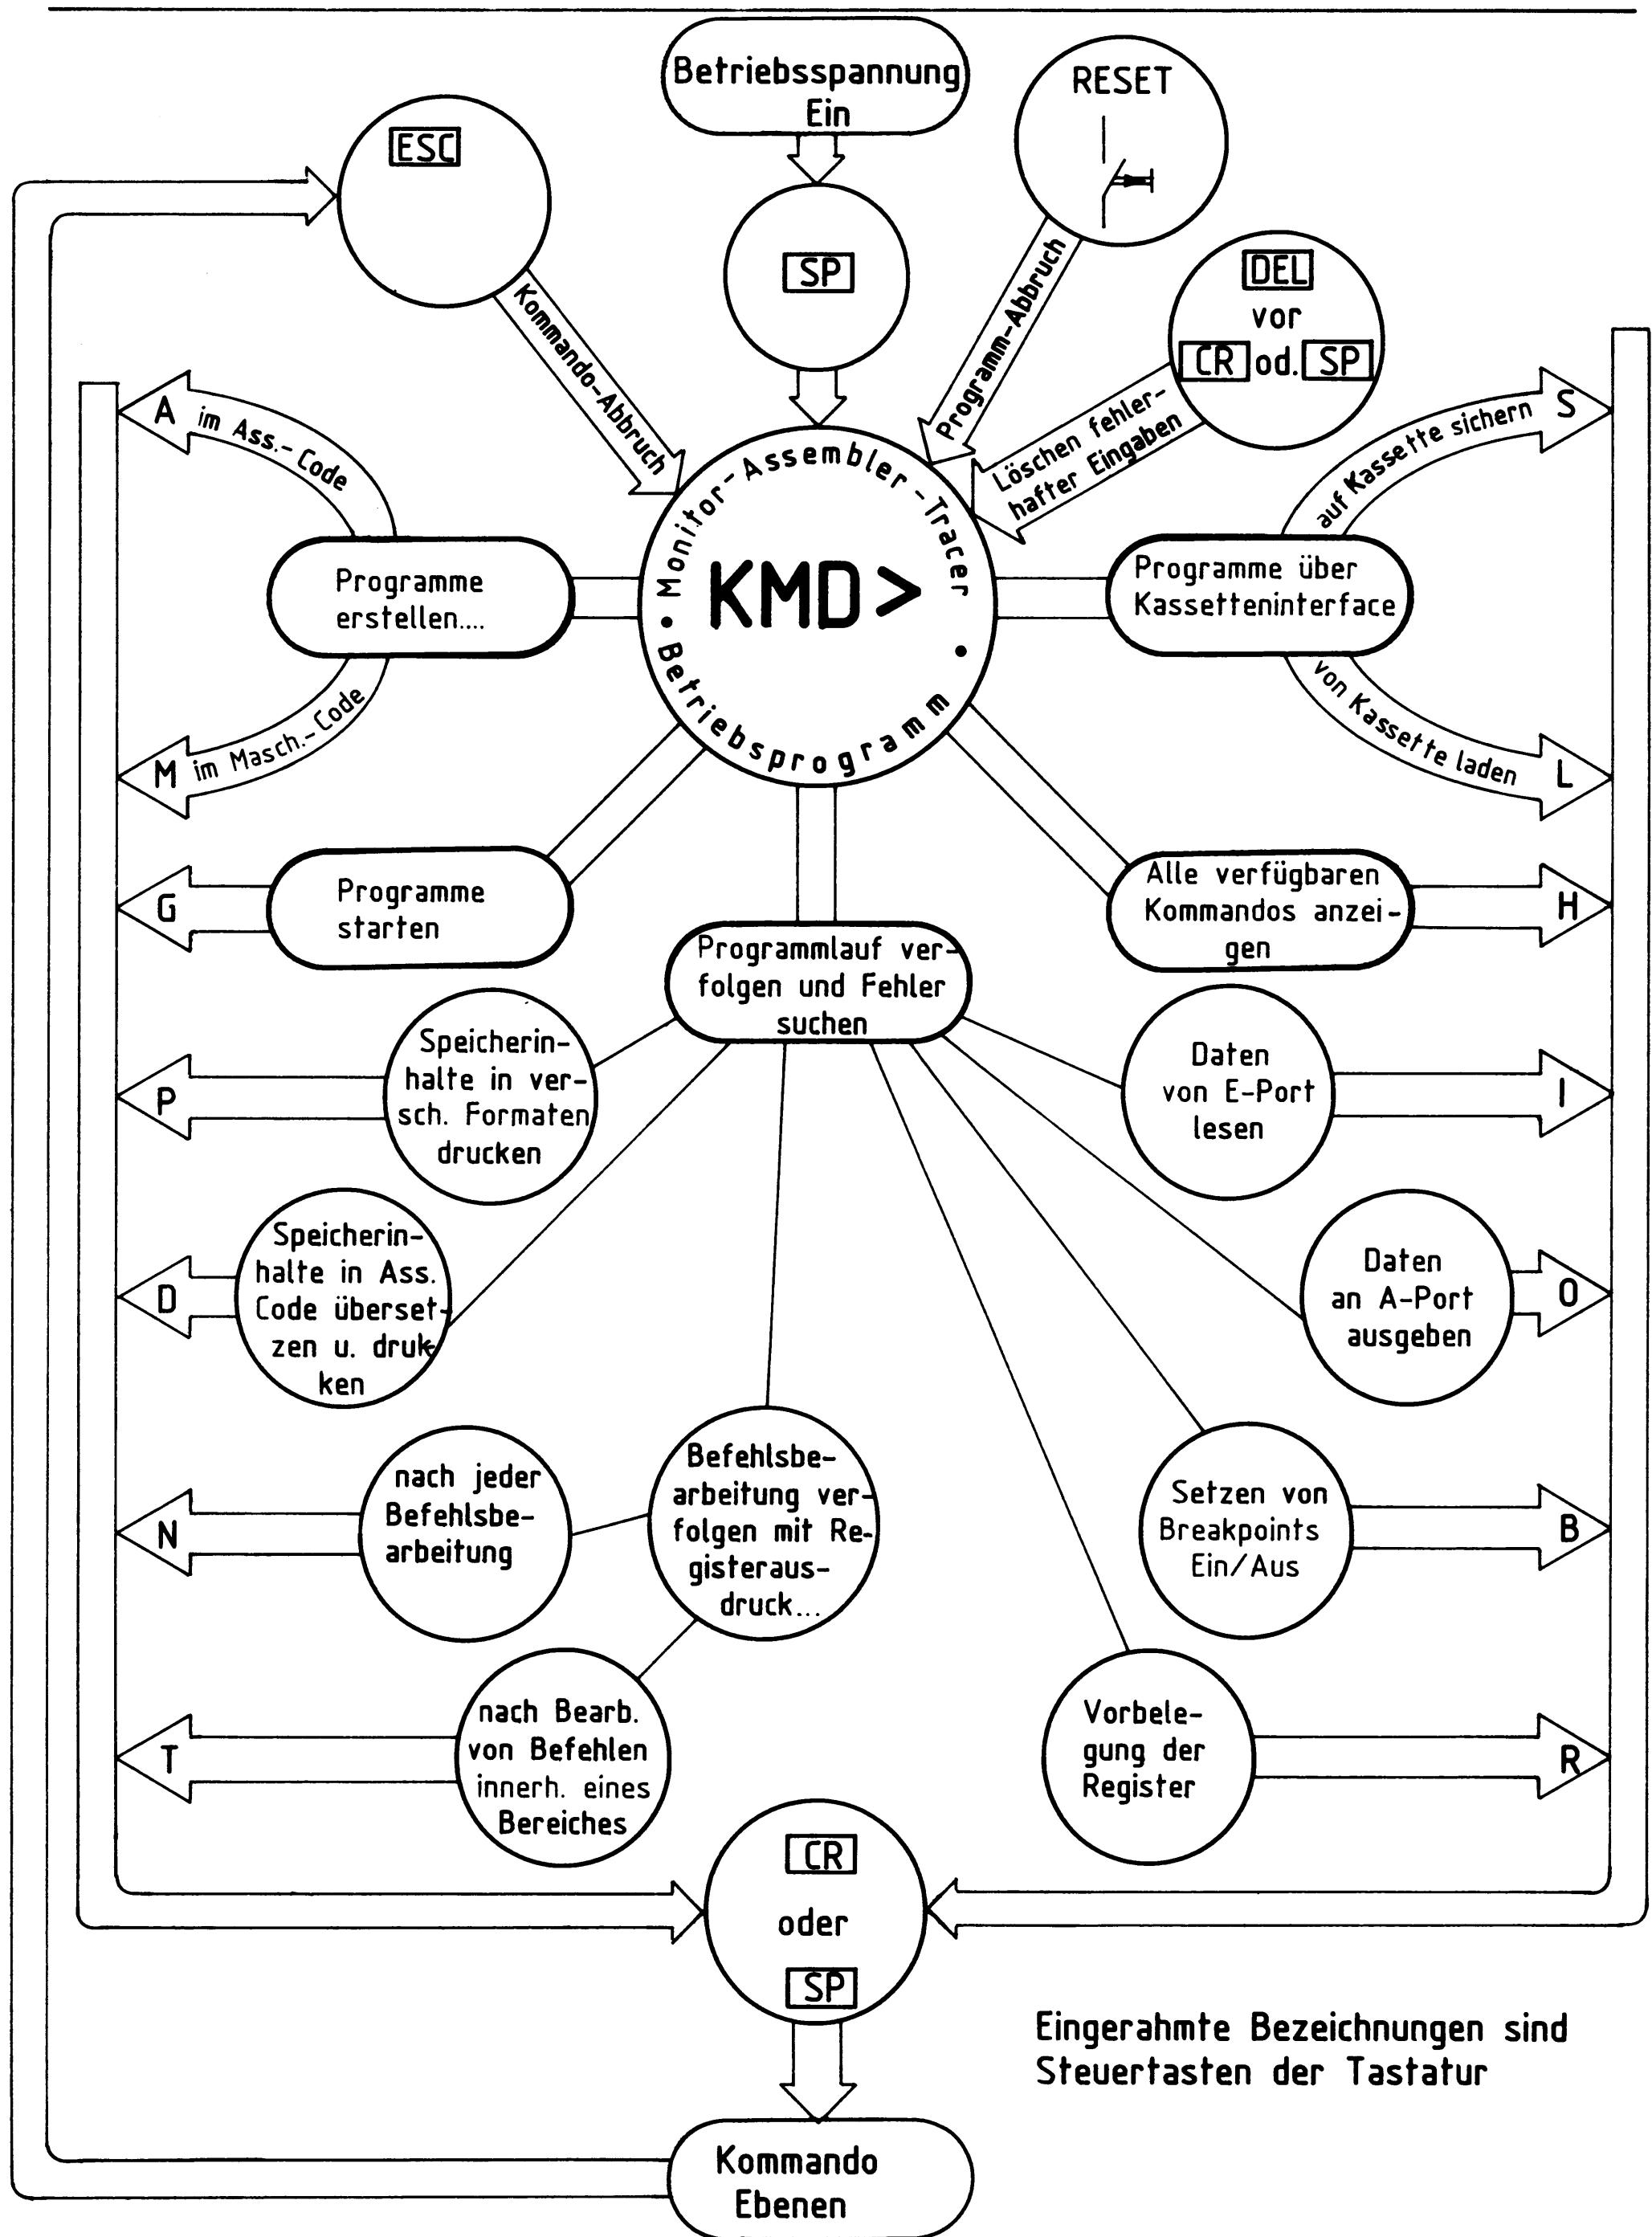

Bild 5: Zuordnung der Kommandos zu Einsatzgebieten
Die in Bild 5 dargestellte Grafik zeigt die beschriebenen Kommandos nach Einsatzgebieten geordnet.
- Die Rückkehr aus den Kommandoebenen in das Betriebsprogramm erfolgt durch Betätigen der [ESC]-Taste (Escape = flüchten). Siehe hierzu auch Bild 5.